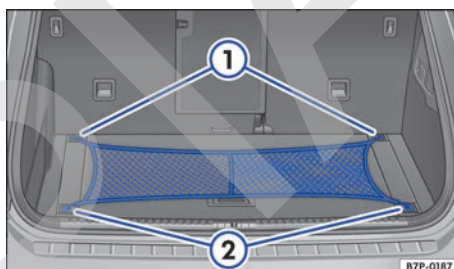

Fig. 227 En el maletero: bolsa de red enganchada.
- Fije los ganchos traseros de la bolsa en las argollas de amarre situadas junto al respaldo del asiento trasero → fig. 227 ①.
- Fije los ganchos delanteros de la bolsa → fig. 227 ② en las argollas de amarre situadas junto al umbral de carga.
- Desenganche los ganchos delanteros de la bolsa → fig. 227 ② de las argollas de amarre situadas junto al umbral de carga.
- Desenganche los ganchos traseros de la bolsa → fig. 227 ① de las argollas de amarre situadas junto al respaldo del asiento trasero.